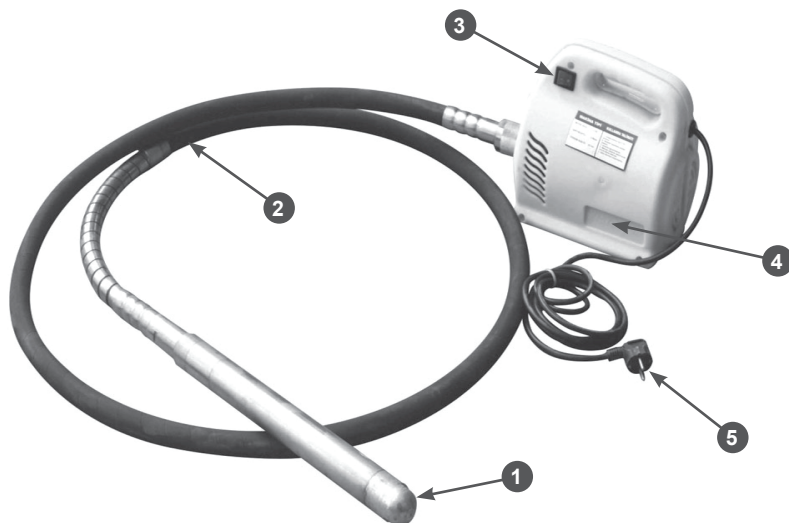

Рис. 1 Основные узлы и органы управления
Основные узлы и органы управления приведены на Рис. 1.
1. Установить выключатель 3 (Рис. 1) в положение «0».
2. Проверить исправность кабеля включения с вилкой 5 (Рис. 1).